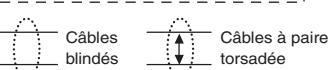

Fig 4. Diagramme de câblage
- Dans la Fig 4, le câblage des entrées numériques S1 à S7 et BB, BB1 est illustré pour le raccordement des contacts ou des transistors NPN (0 V commun et mode NPN). Il correspond au réglage par défaut. Se reporter au Tableau 3 pour les raccordements des transistors PNP ou en cas d'utilisation d'une alimentation externe de 24 V.